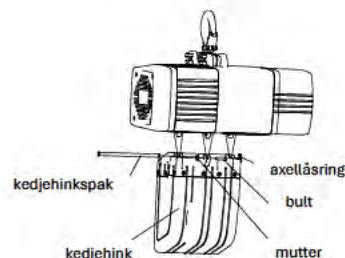

Bild 8
- 3 Kedjehinksenhet – 250 kg- och 500 kg-modeller (bild 8)